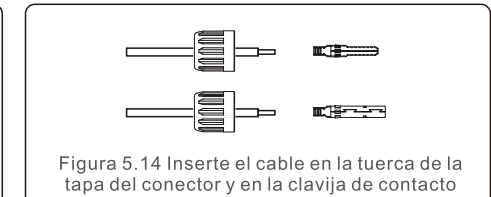

Figura 5.14 Inserte el cable en la tuerca de la tapa del conector y en la clavija de contacto
2. Inserte el cable en la tuerca de la tapa del conector y en la clavija de contacto. (véase la figura 5.14)